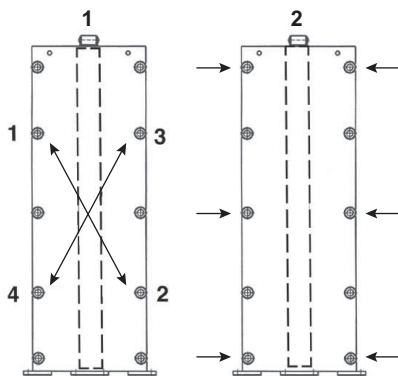

Fig. 6p
- 6) Per prima cosa inserire i bulloni di serraggio **1-2-3-4** lubrificati (*fig. 6p*). Assicurarsi che i controdadi sul lato del fusto anteriore siano serrati.
- 6) First attach the greased tightening bolts **1-2-3-4** from the side or insert them in an axial direction (*fig. 6p*). Make sure that the counter nuts at the fixed plate are tight.